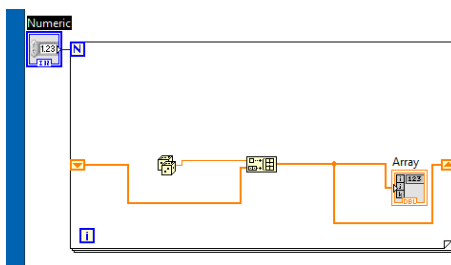

Рис.6.8. Налаштування циклу For
14.4. ПКЛ на циклі for – Add Shift Register. Приклад вище сказаного зображений на рис.6.8.